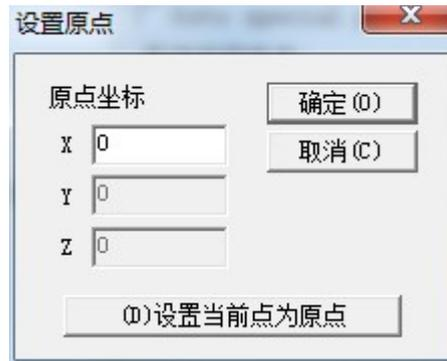

图 8-30 设置原点对话框
**原点：**当用户点击原点按钮，弹出设置原点对话框，如图 8-30 所示。